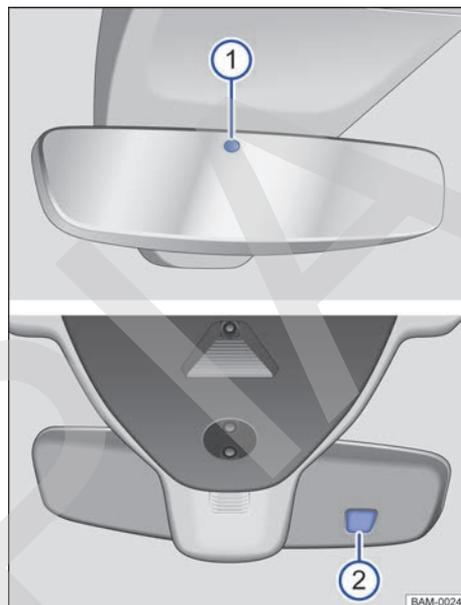

Fig. 89 En el parabrisas: retrovisor interior antideslumbrante automático.
Con el encendido conectado, los sensores miden la incidencia de la luz por detrás → fig. 89 ① y por delante ②.